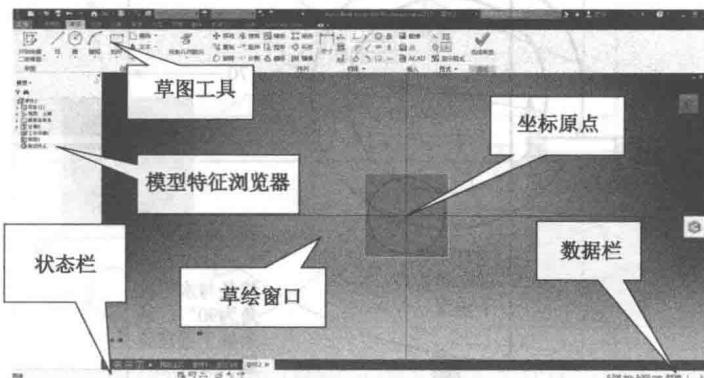

图1-1-10
绘制叉爪草图1。单击“创建二维草图”按钮，选择“工作平面1”，进入草图绘制环境，如图1-1-10所示。
① 所有三维设计都是从草图开始，草图是进行三维设计的基础。通常情况下，基础特征和其他特征都是由包含在草图中的二维几何图元创建的。你必须打好绘制草图的基础！
② 从图1-1-10可以看出，草图绘制环境与AutoCAD环境比较类似。若你有二维制图基础，草图创建的学习也是不难的。